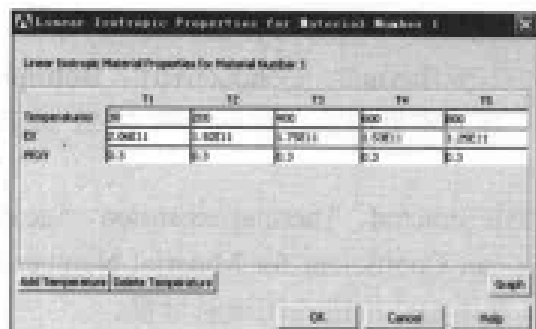

图 13-72 输入钢的弹性模量和泊松比对话框
(1) 选择 Main Menu | Preprocessor | Material Props | Material Models 命令, 出现 Define Material Model Behavior 对话框。
(2) 在 Material Models Available 列表框中依次双击 Thermal、Conductivity、Isotropic 选项, 出现 Conductivity for Material Number 1 对话框, 在文本框中输入导热系数 66.6, 单击 OK 按钮关闭该对话框。
(3) 在 Material Models Available 列表框中依次双击 Structural、Thermal expansion、Secant Coefficient、Isotropic 选项, 出现 Thermal Expansion Secant Coefficient for Material Number 1 对话框, 在 ALPX 文本框中输入线膨胀系数 $1.06\text{E-}5$, 单击 OK 按钮关闭该对话框。
(4) 在 Material Models Available 列表框中依次双击 Structural、Density 选项, 出现 Density for Material Number 1 对话框, 在 DENS 文本框中输入密度 7800, 单击 OK 按钮关闭该对话框。
(5) 在 Material Models Available 列表框中依次双击 Structural、Thermal、Specific Heat 选项, 出现 Specific Heat for Number 1 对话框, 在 C 文本框中输入比热 460, 单击 OK 按钮关闭该对话框。
(6) 在 Material Models Available 列表框中依次双击 Structural、Linear、Elastic、Isotropic 选项, 出现 Linear Isotropic Properties for Material Number 1 对话框, 单击 Add Temperature 按钮 4 次, 参照图 13-72 对其进行设置, 单击 OK 按钮关闭该对话框。